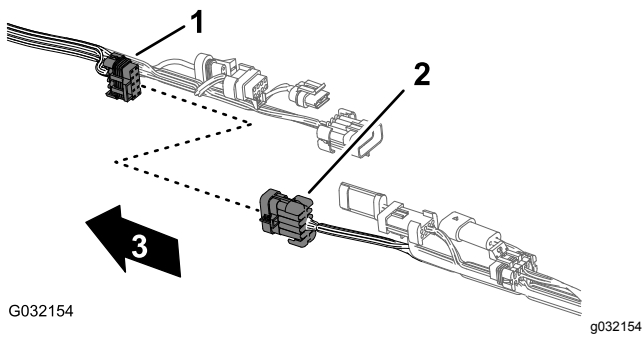
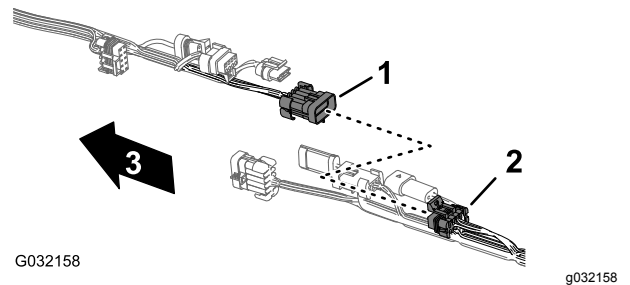

Bild 47
Bild 51
2. Ziehen Sie die fünf Steckerpaare zwischen dem vorderen und hinteren Kabelbaum ab, wie in Bild 47 bis Bild 51 abgebildet.